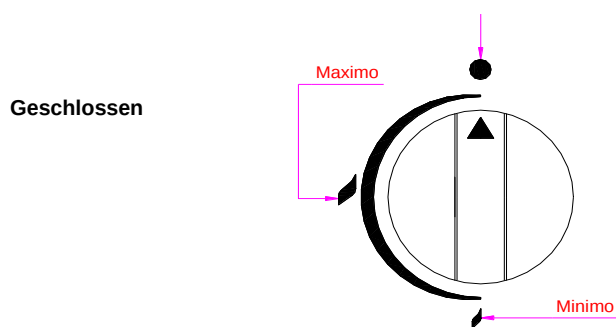

Abbildung 3
- Drücken Sie den Bedienungsknopf des gewählten Brenners an Ihrem Grillofen und drehen Sie diesen in einer $\frac{1}{4}$ Drehung gegen den Uhrzeigersinn, bis an die Maximalleistung (Máx) gelangen (**Abbildung 3**).
- Um den Brenner auf Mindestleistung zu bringen, drehen Sie nochmals den Bedienungsknopf gegen den Uhrzeigersinn ohne diesen dabei zu drücken, um von der Maximalleistungsposition bis an die Minimalleistungsposition desselben zu gelangen (Abbildung 3).